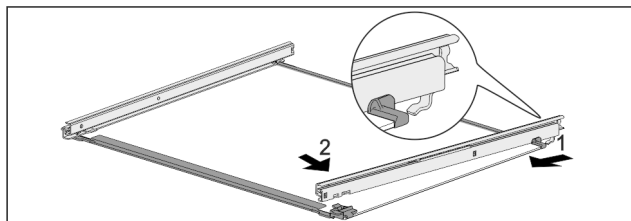

Fig. 59 Стеклая пластина с направляющими
- ▶ Зацепите направляющую сзади. Fig. 59 (1)
- ▶ Защелкните направляющую спереди. Fig. 59 (2)